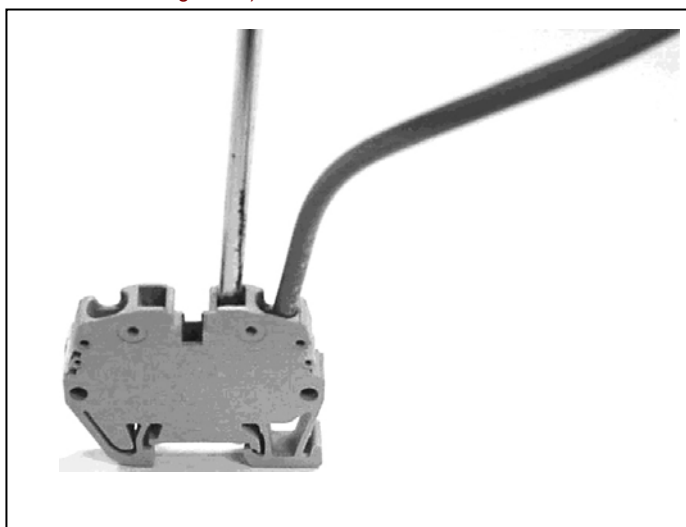

Figure 22 - Fil inséré dans l'ouverture «fil»
**Étape 3 :** Une fois le tournevis en place, introduire le bout du fil dénudé (environ 7 mm) dans la grande ouverture circulaire. Enfoncer le fil jusqu'à ce qu'il ne puisse aller plus loin (consulter la Figure 22).